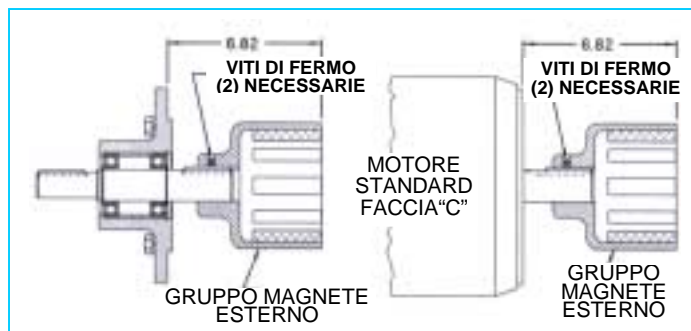
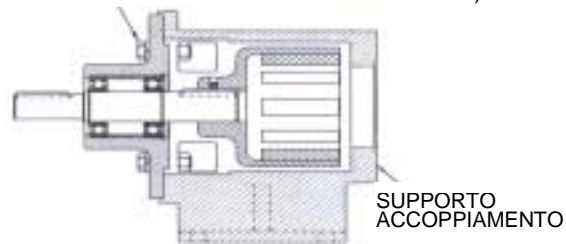

FIGURA 32
FIGURA 33
1. Controllare che sui magneti non sia rimasto attaccato alcun oggetto metallico. Rimuovere qualsiasi materiale estraneo. Sistemare il magnete esterno per dimensione (**Vedere Figura 32**). Applicare della Loctite e stringere le viti di fermo sul motore o sulla chiave del cuscinetto a sfera e albero.
2. Se il supporto non è assicurato alla base, serrarlo fermamente (**Vedere Figura 33**). Montare il motore o il cuscinetto portante sul supporto e fermarlo con (4) bulloni da 0.5". Avvicinare e ruotare a mano i magneti per assicurarsi che non ci siano interferenze. Se si avverte dello sfregamento controllare le dimensioni in **Figura 32** o contatta re la fabbrica.